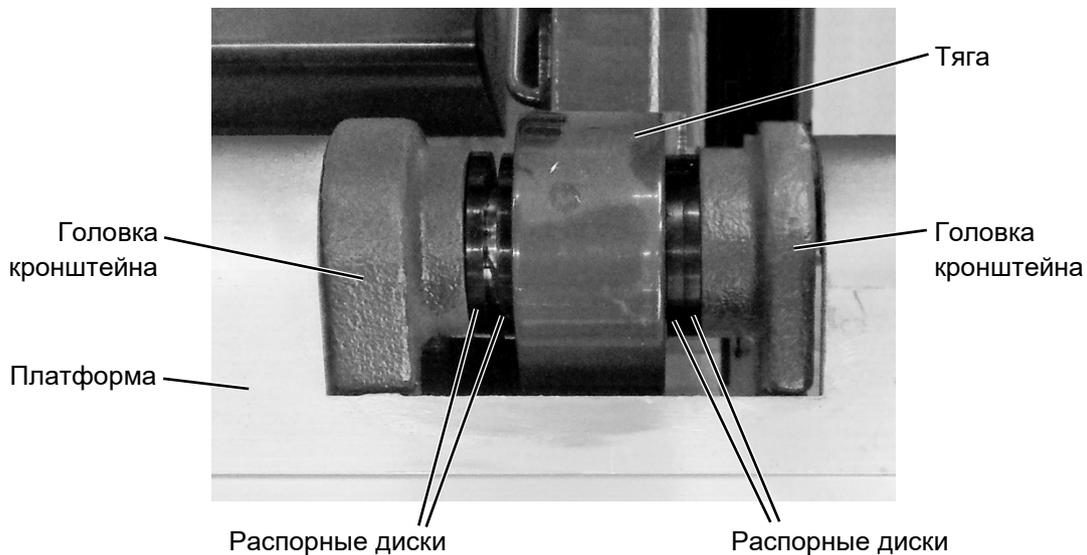

Рисунок 33: Распорные диски
- ▶ Выполните пальцевое соединение головок кронштейна платформы с тягами торсионной рамы. Установите **входящие в объем поставки** распорные диски для выравнивания платформы по центру относительно кузова (см. Рисунок 33).